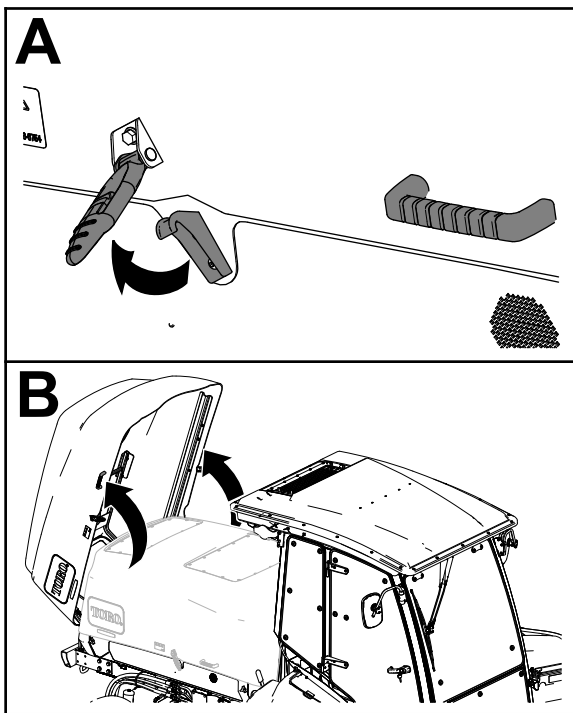

Figura 3
1. Desenganche los cierres del capó en ambos lados del capó (Figura 3).
2. Abra el capó (Figura 3).